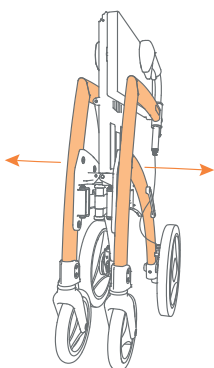

Figure 7 : Déplier en tirant sur le cadre.
- a. Ecartez les côtés du Rollz Motion jusqu'à ce que le déambulateur soit presque tout à fait déplié (**Figure 7**).